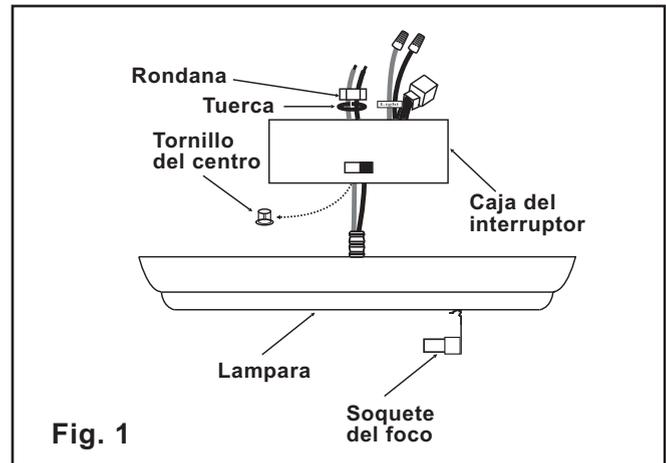

Fig. 1
Paso 1. Quite y deseche el tornillo del centro de la caja del interruptor. (Fig. 1)
Paso 2. Pase los alambres NEGRO y BLANCO de la lampara por el agujero central de la caja del interruptor. Atornille la caja del interruptor a la boquilla de la lampara. (Fig. 1)
Paso 4. Localize el alambre BLANCO y AZUL de la caja del interruptor marcados "LIGHT", quite los conectores de plastico conectados en las puntas de los alambres. (Fig. 1)
Paso 5. Proceda a hacer las conexiones electricas de la siguiente manera; conecte el alambre BLANCO de la caja del interruptor con el alambre BLANCO de la lampara asegure la coneccion con un conector de plastico que quite previamente. Siga el mismo proceso con el alambre AZUL de la caja del interruptor y el alambre NEGRO de la lampara. (Fig. 1)